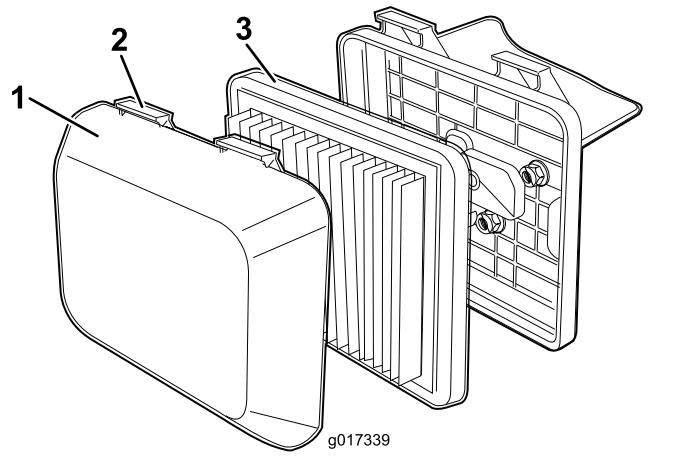

图19
1. 向下按空气滤清器盖子顶部的闩锁扣 (图19)。
3. 拆下过滤器 (图19)。